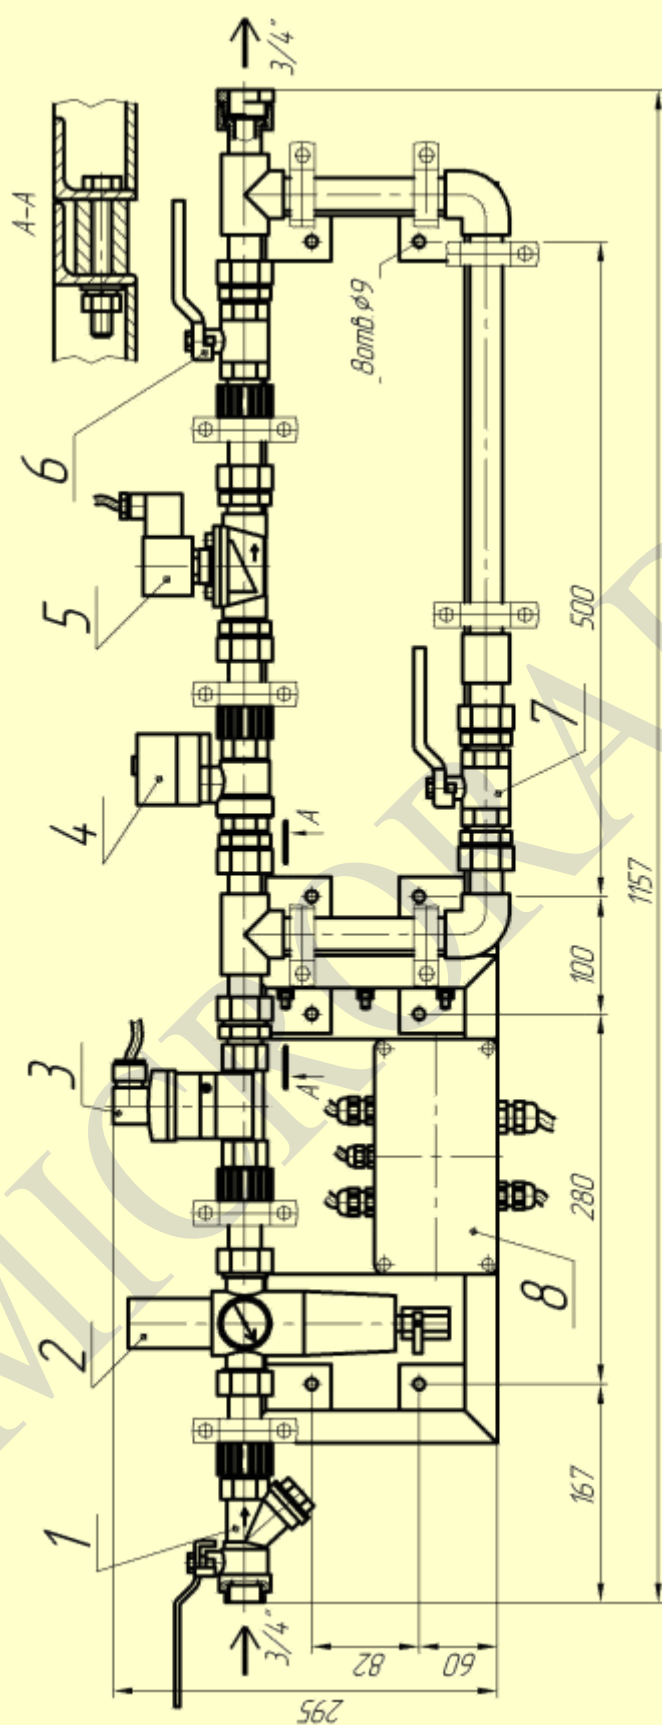

Рис. 4.4. Состав и устройство панели гидравлической.
4.5. СОСТАВ И УСТРОЙСТВО ПГ ПОКАЗАНЫ НА РИС. 4.4.